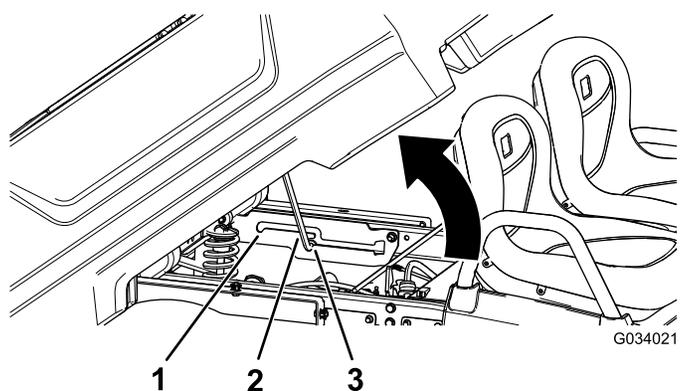

図 14
2. 支え棒をダンプ位置の固定スロットにはめ込んで荷台を固定する 図 14。
2. 支え棒を整備位置の固定スロットにはめ込んで荷台を固定する 図 14。
2. 荷台の底部のスロットにはめ込んであった支え棒を外す 図 14。